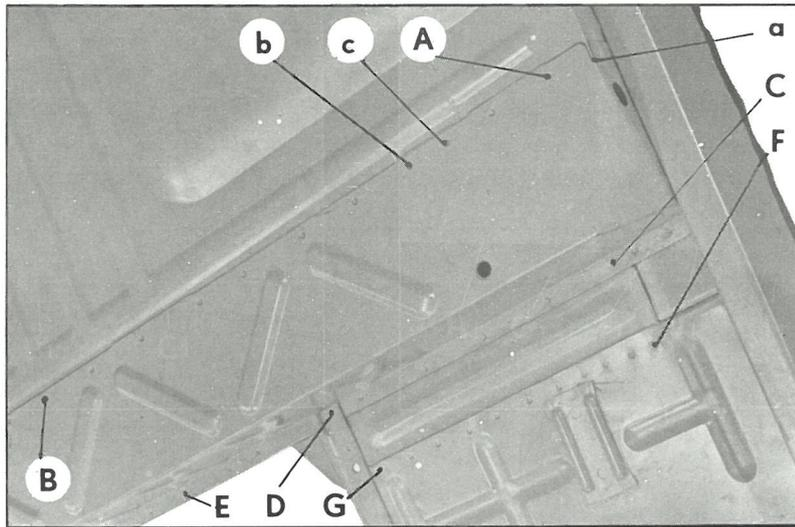

Fig. 1
- en* CH (fig. 1)
- en* CD (fig. 1)
Percer (fig. 1) :